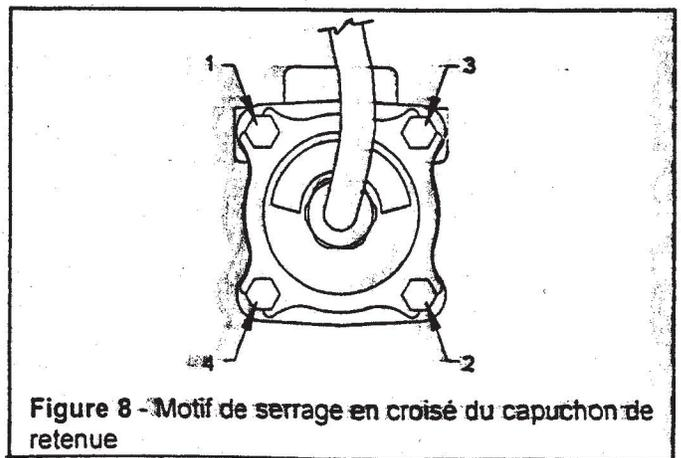

Figure 8 - Motif de serrage en croisé du capuchon de retenue
- 8) Remontez le réchauffeur, serrez les vis du capuchon en croisé, à un couple de 35 à 40 po-lb (voyez la figure 8).